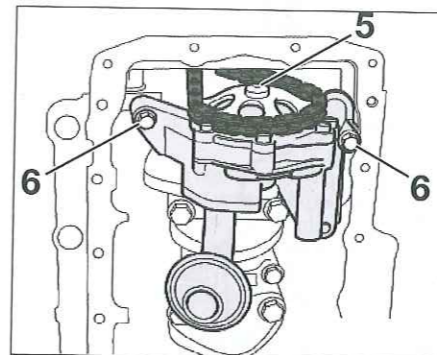

Fig. 16
- Desmontar el tornillo (5) del piñón de bomba de aceite (Fig.16).
- Desmontar los tornillos (6) de la bomba de aceite.